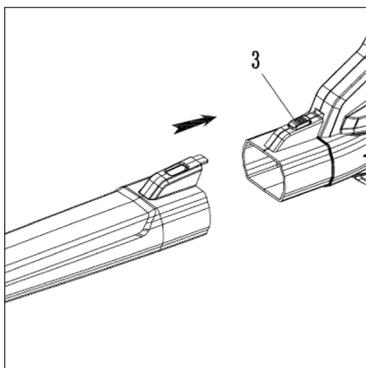

Abbildung 10
- Montieren Sie das grosse Blasrohr am Motorgehäuse; es rastet richtig ein, wenn der vordere Verriegelungsboden (Abb. 10 / Position 3) in das Aufnahme Loch des Blasrohrs zurückspringt, dabei ist ein Klicken zu hören.